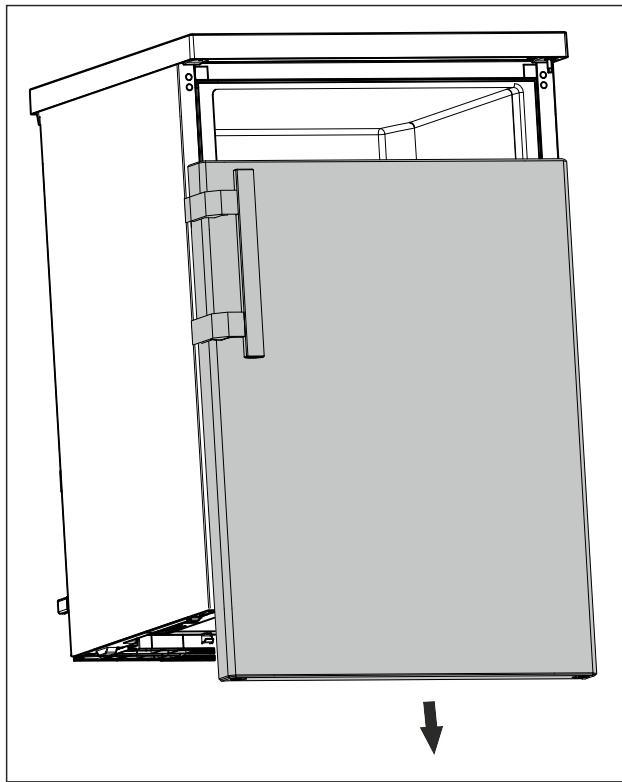

Fig. 12
- Зніміть дверцята в напрямку вниз. (див. Fig. 12)